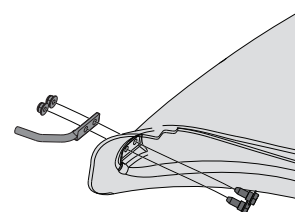

Figure 17
- Passez deux boulons (738-1225) dans les trous situés à la base de l'avant de la goulotte. Voir Figure 17.
- Placez la tige de montage (747-06043) sur les deux boulons, avec l'extrémité coudée tournée vers la bouche de la goulotte. Voir Figure 17.
- Faites tenir le tout en place avec des écrous (712-04064). Voir Figure 17.